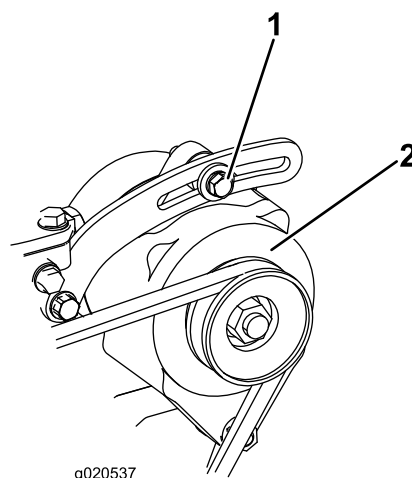

Figura 96
1. Si la desviación no es de 10 mm, afloje los pernos de montaje del alternador (Figura 96).